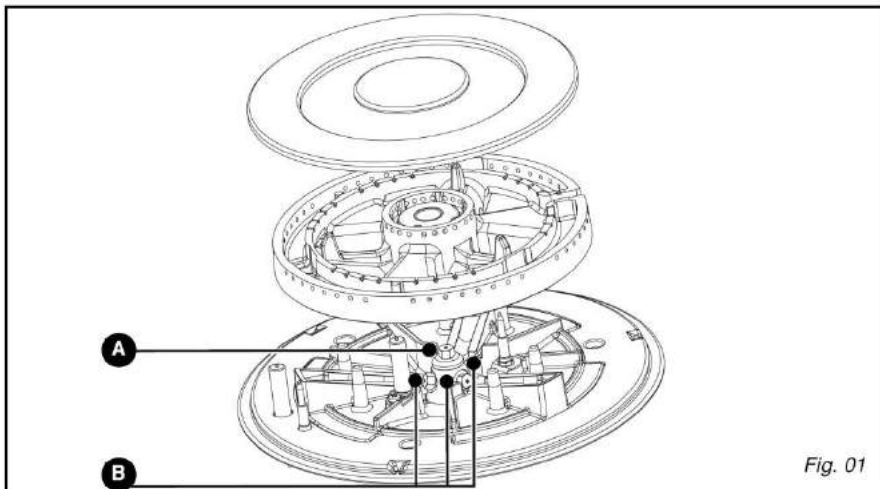

Fig. 01
- Dévissez à l'aide d'une clé plate N°10 l'injecteur central situé dans le fond du pot (voir **A**) et à l'aide d'une clé plate N°7 les 3 injecteurs positionnés autour de l'injecteur central (voir **B**) (autour Fig. 01).